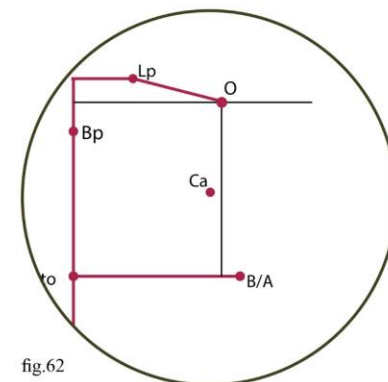

fig.62
a) Caso você tenha seios pequenos e erguidos use o próprio ponto B também como ponto A, como mostra a Fig.62.